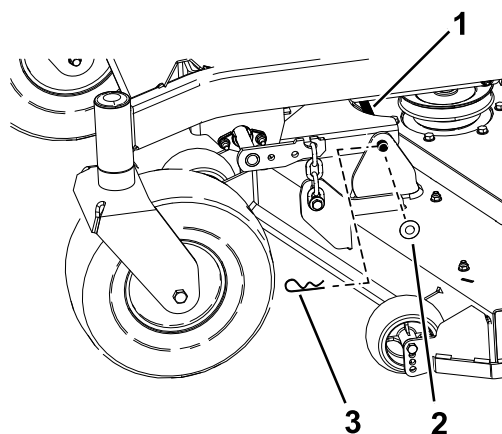

Figura 64
5. Retire la chaveta y la arandela que sujetan el pasador de enganche al bastidor y a la carcasa; retire el pasador de enganche (Figura 64).
9. Sujete el perno de enganche con las chavetas y las arandelas que retiró anteriormente (Figura 64).